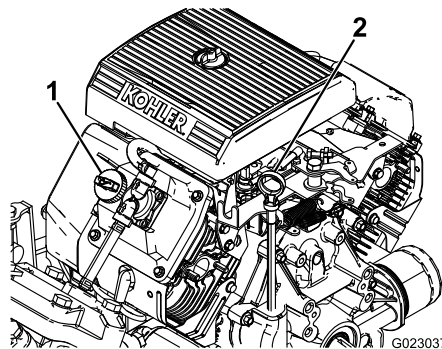

Figura 42
2. Remova a vareta de nível e limpe-a com um pano limpo (Figura 42). Insira a vareta de nível no tubo e certifique-se de que está totalmente encaixada. Remova a vareta de nível e verifique o nível de óleo.
3. Se o nível de óleo estiver baixo, remova a tampa de enchimento da tampa da válvula (Figura 42) e despeje óleo na abertura até que o nível de óleo atinja a marca FULL na vareta de nível. Adicione o óleo lentamente e verifique o nível frequentemente durante este processo. Não exceda a capacidade.
8. Despeje lentamente aproximadamente 80% da quantidade especificada de óleo no tubo de enchimento de óleo (Figura 42).